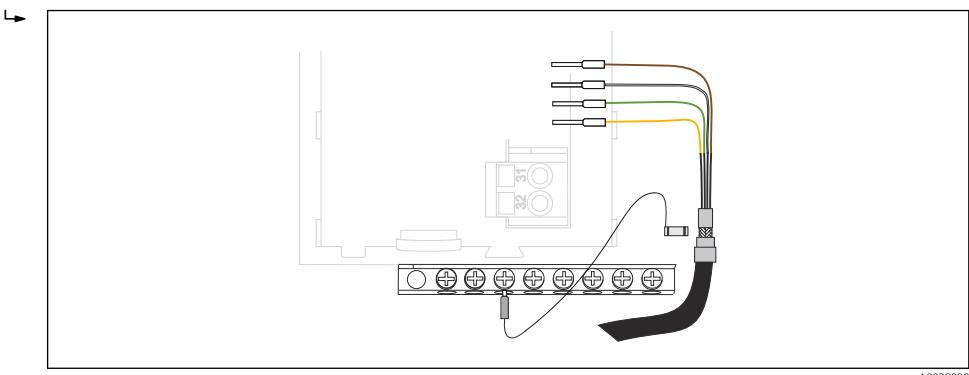

图 35 Клеммная колодка
- ▶ Если в приборе для **невзрывоопасных зон** заняты не все гнезда: обязательно вставляйте фальш-панель или заглушку в гнездо справа от последнего модуля → 图 32, 图 35. Таким образом обеспечивается защита от поражения электрическим током.